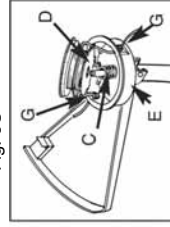

Fig. 9E
7. Passate la molla (C) attraverso il fuso (D) e infilate le fini del filo negli occhiali (G) della custodia (E) (fig. 9E).
8. Fate passare la bobina nella custodia (E), mentre tirate le finali del filo attraverso l'occhiello (G). Assicuratevi che la molla è ben posizionata rispetto alla bobina e la custodia (fig. 9E).